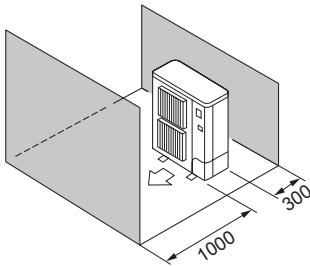

Fig. 2-10
- ⑤ Εμπόδια στην μπροστινή και την πίσω πλευρά μόνο (Fig. 2-10)